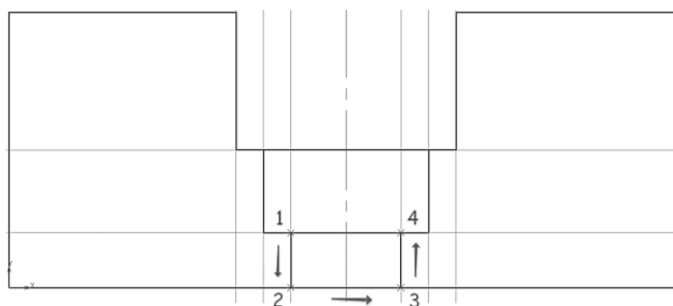

Рис. 106. Построение отверстия
6.4 Нажмите кнопку **Отрезок** на панели **Геометрия** . С помощью привязки **Пересечение** постройте два отрезка 1-2 и 3-4. Нажмите кнопку **Прервать команду** (рис. 106).